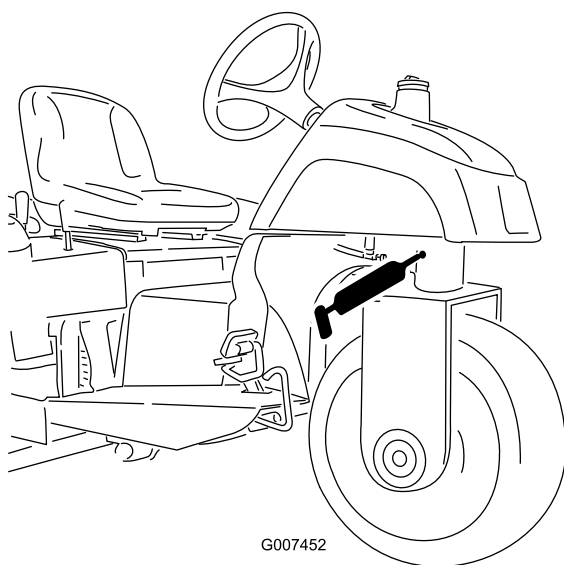

Figura 25
- Perno dello sterzo (Figura 25)
Nota: Il raccordo piano sul perno dello sterzo (Figura 25) richiede un adattatore per l'ugello della pistola d'ingrassaggio. Ordinate il componente Toro n. cat. 107-1998 presso il vostro distributore Toro autorizzato.